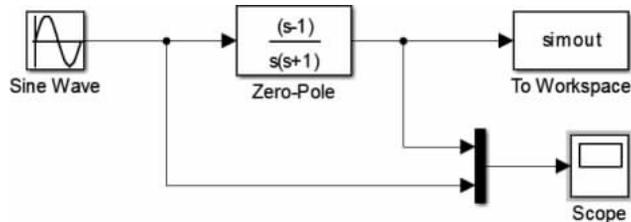
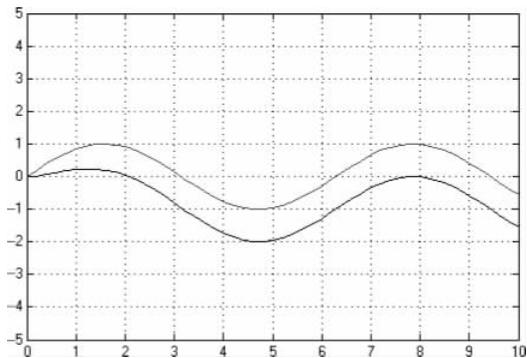

图 3-44 Zero-Pole 模块使用
图 3-45 Zero-Pole 模块示波器时钟变化图
(1) Zeros：表示系统传递函数零点向量，系统默认值为[1]。
- (2) Poles: 表示系统传递函数极点向量,系统默认值为 $[0 \ -1]$ 。
- (3) Gain: 表示系统传递函数增益向量,系统默认值为 $[1]$ 。
- (4) Absolute tolerance: 表示模块状态的绝对容限,系统默认值为 auto。
- (5) State Name(e. g. , 'position'): 表示状态空间的名字,用户可以不加以定义。
- 搭建 Zero-Pole 模块如图 3-44 所示。运行仿真文件,输出结果如图 3-45 所示。